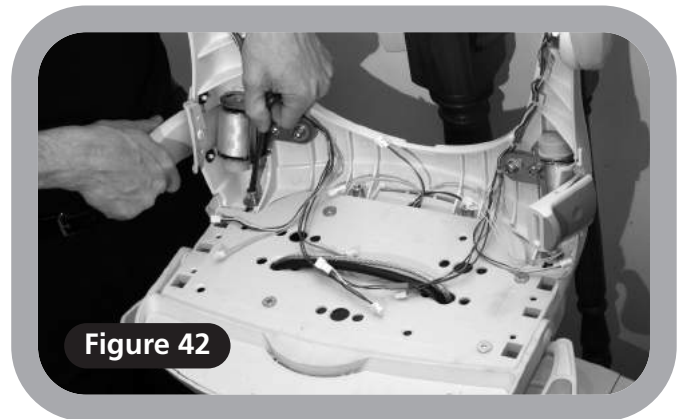

Figure 42
- 1 Posez le dossier sur la base du siège, et fixez-le à l'aide d'une clé à 6 pans à bille de 6 mm, et des 4 boulons et rondelles prévus (**Figure 42**).